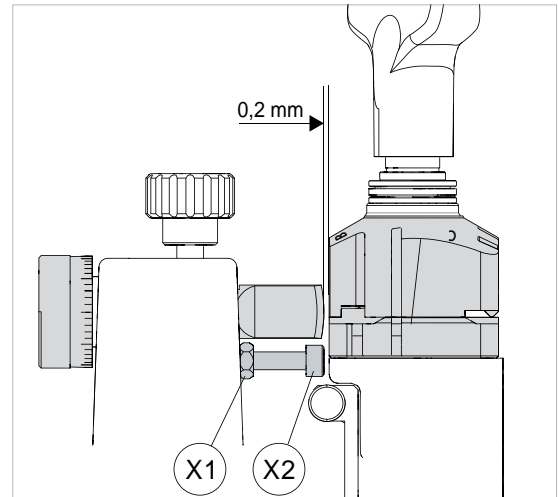

Fig. 32
- 1) Levantar el carro y situar las mordazas contra el palpador y la fresa en contacto (Fig. 32)